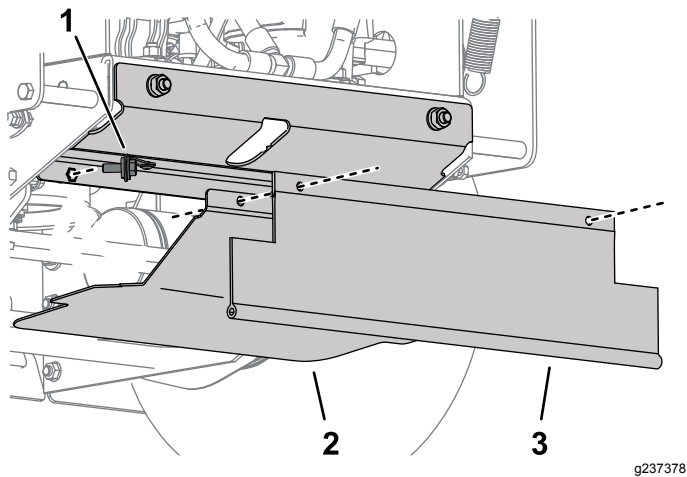

Figur 8
6. Centrér drivremskiveskærmen på den bageste del af motorstellet, og monter den med 2 bræddebolte (M10 x 25 mm), kraftige spændeskiver (M10), fjederskiver og møtrikker (M10) som vist i (Figur 8).